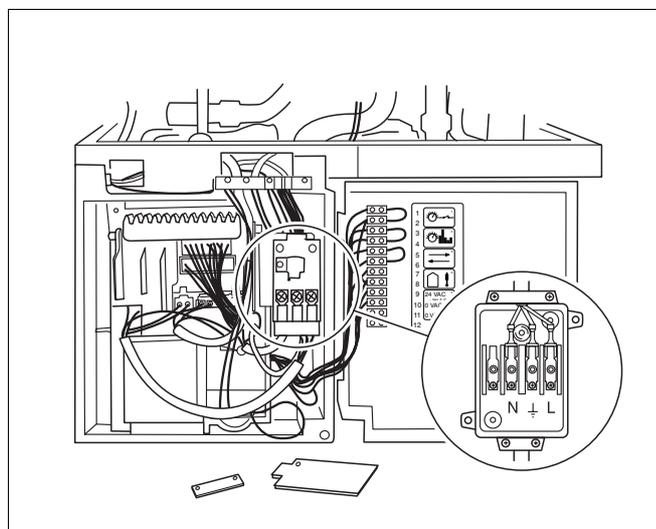

Fig. 52 Aprire l'involucro dell'UBA
- Aprire l'involucro dell'UBA (fig. 52).